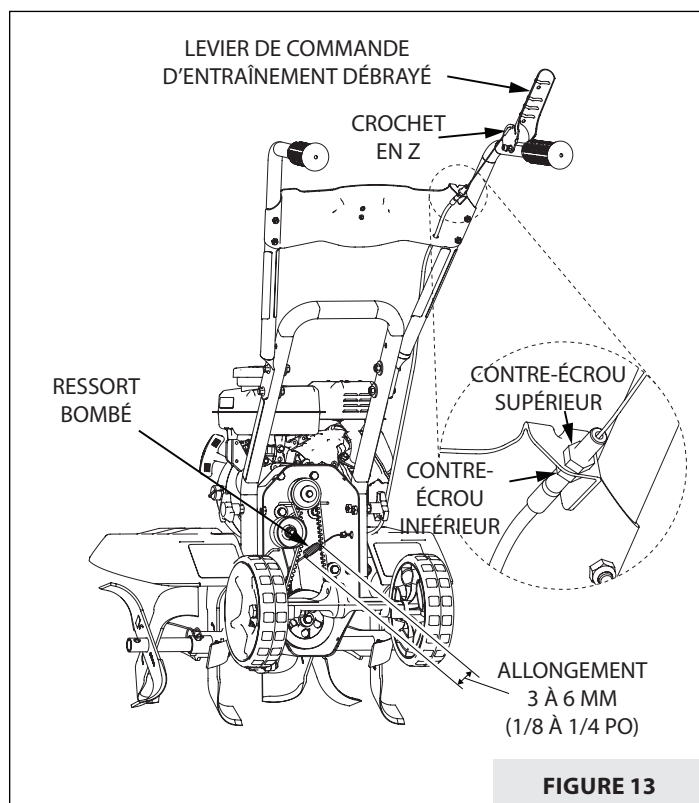

FIGURE 13
1. Desserrer le contre-écrou supérieur. **VOIR FIGURE 13.**
VOIR FIGURE 13.